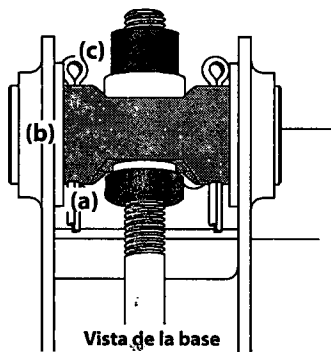

Figura 4-7
5. Con una llave, eleve la parte delantera de la plataforma, para lo que debe aflojar las tuercas de seguridad (a) al frente del pasador de pivote (b) y luego ajuste las contratuercas (c) en la parte posterior de dicho pasador para elevar la parte delantera de la plataforma y sujetarla en su lugar. Consulte Figura 4-7.
6. Con una llave, baje la parte delantera de la plataforma, para lo que debe aflojar las tuercas de seguridad (c) de la parte posterior del pasador de pivote (b) y luego ajuste la contratuerca (a) en el frente de dicho pasador para bajar el frente de la plataforma y sujetarla en su lugar. Consulte Figura 4-7.